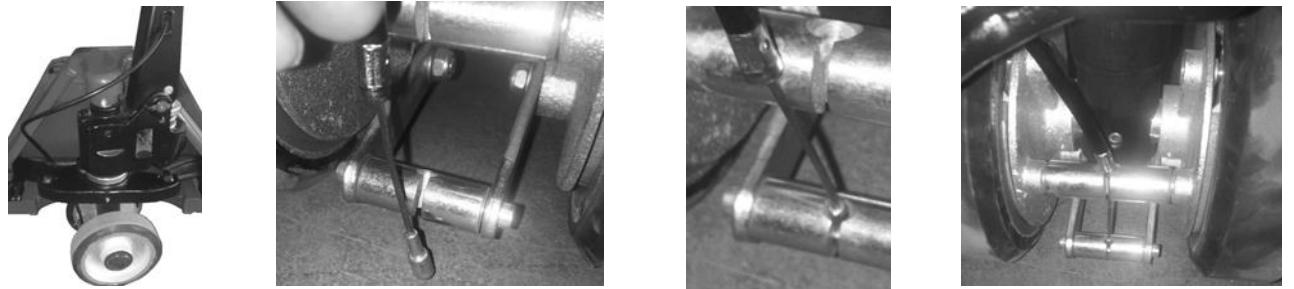

Abb. 12: Progressive Fahr- und Feststellbremse
- Drehen Sie die Pumpe um 90 Grad nach rechts und führen Sie den Bremszug hinter der Druckplatte durch (Abb.12).